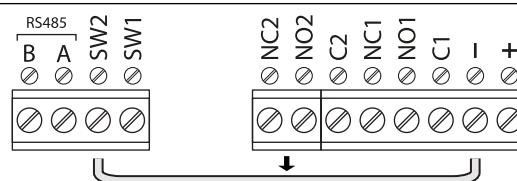

Fig. 12
- Relâcher le bouton 1  et supprimer le court-circuit entre les bornes- et **SW2**, voir la **Fig.12**, page 18.
- Relâcher le bouton 2  et supprimer le court-circuit entre les bornes- et **SW2**, voir la **Fig.12**, page 18.
- Dès que la LED d'état rouge s'arrête de clignoter, retirer le court-circuit entre les bornes - et **SW2** (**Fig.12**, page 18), l'ID d'unité est réglé.
5. Relâcher le bouton **ENTRÉE**  et supprimer le court-circuit entre les bornes - and **SW2**, voir **Fig.12**.